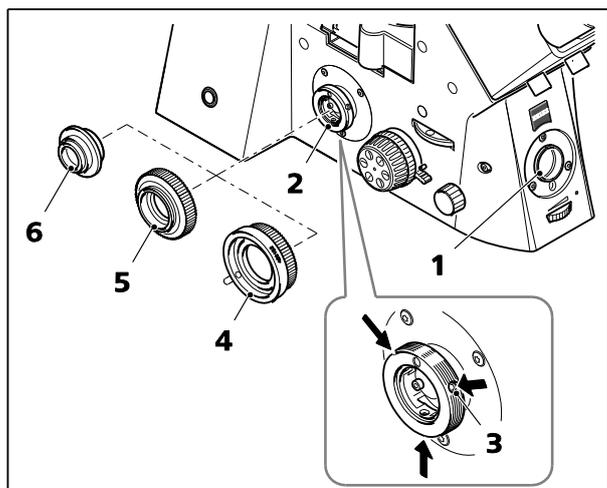

Fig. 161 Connexion au port latéral / port de base
Un nouveau type de connexion « interface 60N » est utilisé sur Axio Observer pour l'adaptation d'un appareil photo côté droit/gauche (Fig. 161/2) et pour le port de base (Fig. 161/1). Il est toujours possible d'utiliser l'adaptateur « interface 60 » (diamètre interne de 30 mm).
- Fixer l'adaptateur pour appareil photo 60N (Fig. 161/4 ou 5) à l'appareil photo.
Les trois vis de réglage (3 mm) (Fig. 161/3) au niveau du port pour appareil photo ne doivent pas dépasser sur le filetage externe ni dans l'alésage interne.
- Fixer l'unité pré-assemblée au port pour appareil photo, l'ajuster puis serrer l'écrou de raccordement de l'adaptateur (Fig. 161/4 ou 5) à la main.
- Fixer l'adaptateur 60 (Fig. 161/6) à l'appareil photo.
- Tourner les trois vis de réglage (3 mm) sur le point d'accouplement (Fig. 161/3) dans le sens des aiguilles d'une montre, jusqu'à ce que l'adaptateur soit serré.